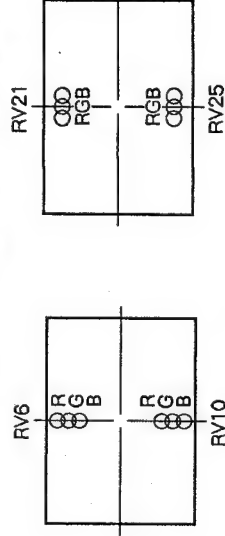

図 1-12
3. DC 基板の RV6, RV10, RV21, RV25 にて赤・緑・青のドットが重なるように調整する。(図1-12 参照)